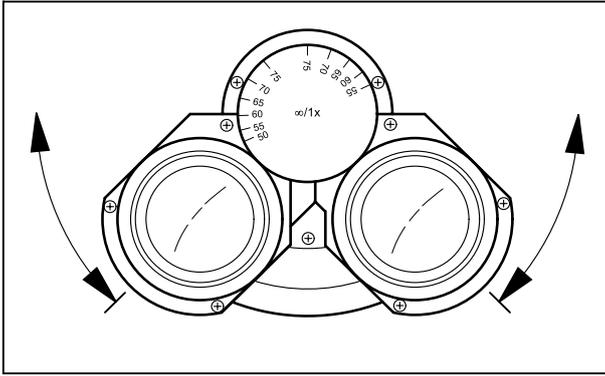

Fig. 5 Réglage de l'écart interpupillaire
- Réglez l'écart interpupillaire (écart entre les oculaires) en faisant pivoter les deux lunettes porte-oculaire symétriquement l'une par rapport à l'autre (Fig. 5).